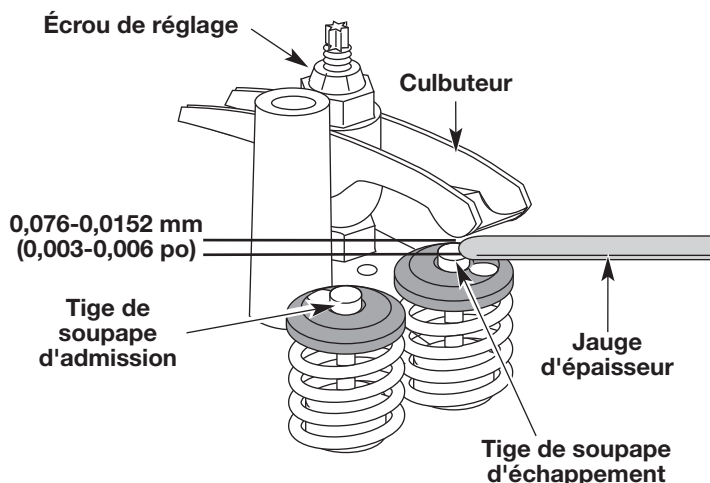

Fig. 30
- Tournez l'écrou de réglage à l'aide d'une clé de 8 mm (5/16 po) ou d'un tournevis à embout hexagonal (Fig. 30).